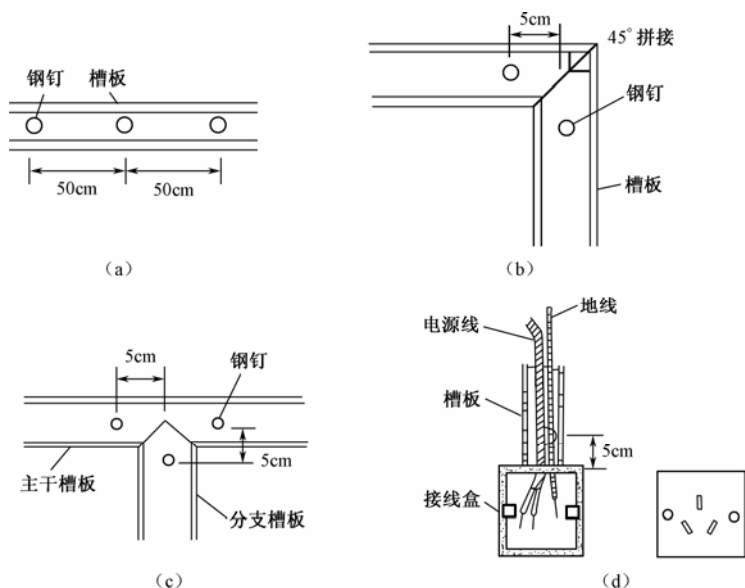

图 6-24 槽板布线要点
- ① 在安装槽板时，内部钢钉之间相隔距离不要大于 50cm，对于拐角拼接处和与接线盒连接处，钢钉距离要靠近，如图 6-24（a）所示。
- ② 在槽板 90° 转向时，应将两槽板切割成 45° 进行拼接，如图 6-24（b）所示。
- ③ 在槽板 T 字形拼接时，可在主干槽板旁边切出一个凹三角形口，分支槽板切成凸三角形，再将分支槽板按图 6-24（c）所示的方法将分支槽板三角形凸头插入主干槽板凹三角形口中。
- ④ 在槽板与接线盒（如插座、开关等）对接时，应紧密无缝隙地连接在一起，如图 6-24（d）所示。